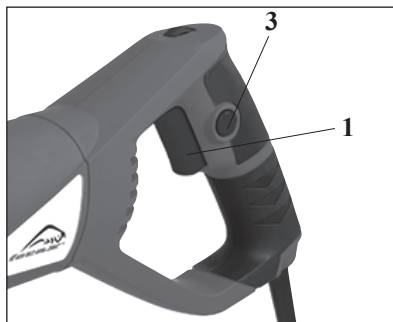

Figur. 1
3.3 Justering af styrepladen (Figur. 1)